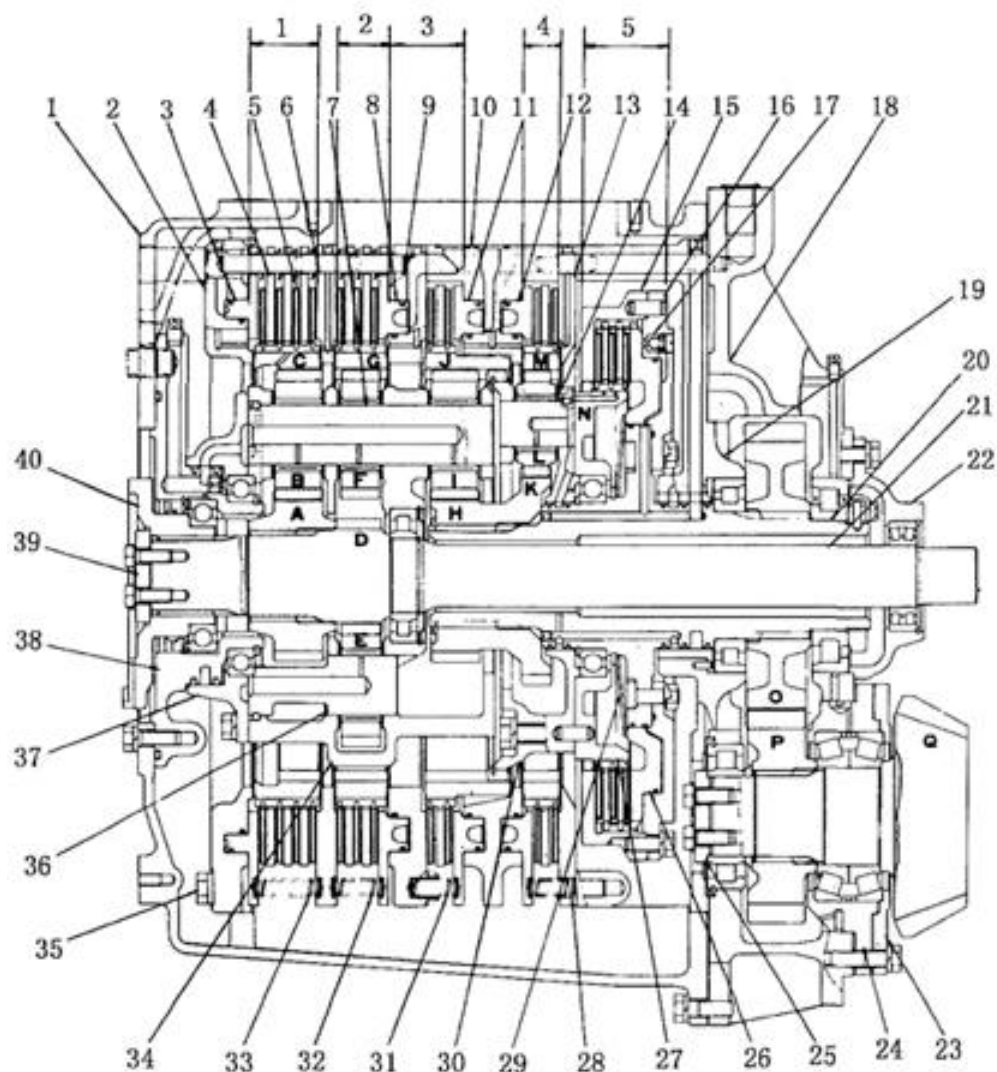

Рис. 5-19
5.4 Картер коробки передач (Рис. 5-19)